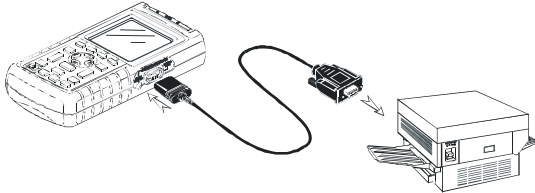

Figura 7-1. Conexión de una impresora en serie
- El cable/adaptador de RS-232 optoaislado (PM9080, opcional) para conectar una impresora en serie al puerto ÓPTICO del instrumento de medida. Consulte la figura 7-1.